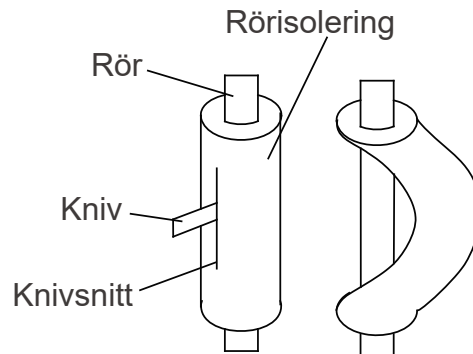

Fig. 11
4. Bocka inte röret med isoleringen på. Röret kommer att knäckas. Skär upp isoleringen med en vass kniv enligt Fig.11.